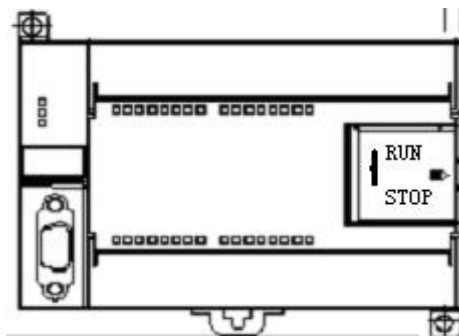

图 1-11-11 S7-200 PLC
- 5、查看西门子 PLC 硬件上模式选择选项把它拨到“STOP”模式，如图 1-11-11 所示；